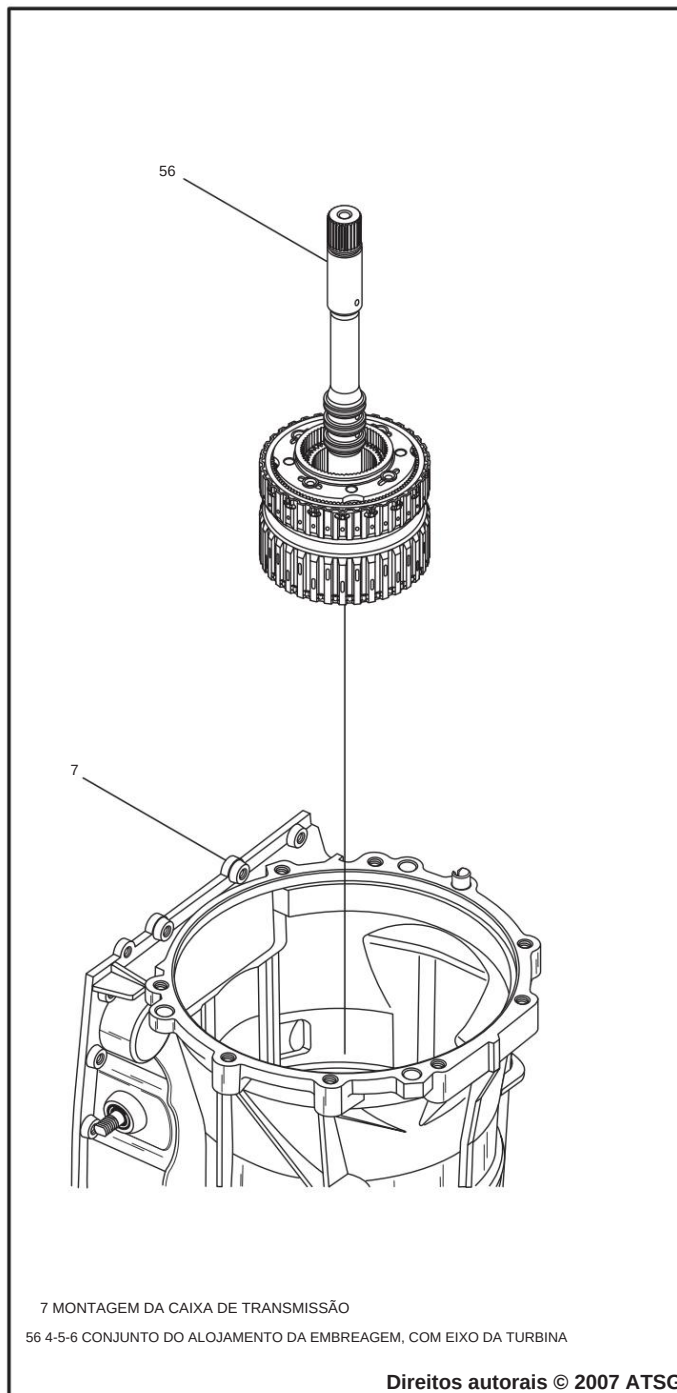

Figura 163
20. Instale o conjunto da carcaça da embreagem 4-5-6 com o transportador e a engrenagem solar na carcaça, conforme mostrado na Figura 163.